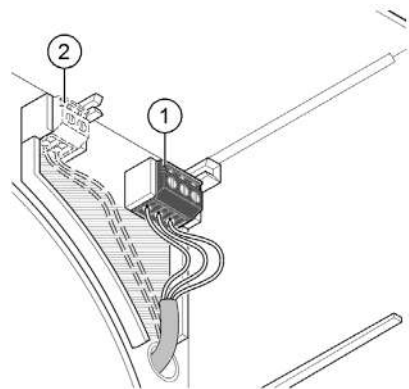

Abb. 40: Netz- und ggf. Steuerkabel überprüfen
- ▶ Schließen Sie das Netzkabel an die 3-polige Anschlussklemme (Pos. 1 in Abb. 40) gemäß den Schaltbildern für die Lüftereinsätze VARIO II an, siehe Abschnitt 9 ab Seite 33.
- ▶ Schließen Sie bei Gerätetypen mit Steuereingang das Steuerkabel an die 2-polige Anschlussklemme (Pos. 2 in Abb. 40) gemäß den Schaltbildern für die Lüftereinsätze VARIO II an, siehe Abschnitt 9 ab Seite 33.
- ▶ Überprüfen Sie, dass die Kabel nur im schraffierten Bereich (siehe Abb. 40) verlegt sind. Andernfalls besteht die Gefahr, dass die Kabel beim Einsetzen des Lüftermotors gequetscht werden.